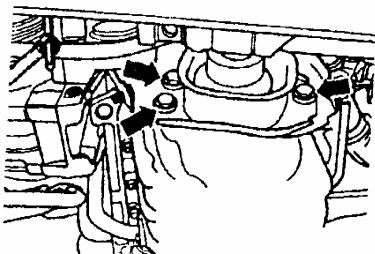

图 4-98 拆卸扭矩反应器支架隔套
- (1) 拆下油底壳护板，排空发动机机油。
- (2) 拆卸多楔带前，须用粉笔标出旋转方向 (若安装后，皮带沿错误方向运转，则皮带可能断裂)。拧松空调多楔带张紧轮紧固螺栓，松开多楔带并拆下。
- (3) 拆卸叶片泵、发电机及粘液型风扇多楔带，用 5×60mm 螺栓将粘液型风扇皮带轮紧固到位。用内六角弯头扳手拧松螺栓，分离粘液型风扇并将其向前移入导风罩。拧下扭矩反应器支架隔套的紧固螺栓，如图 4-98 所示。